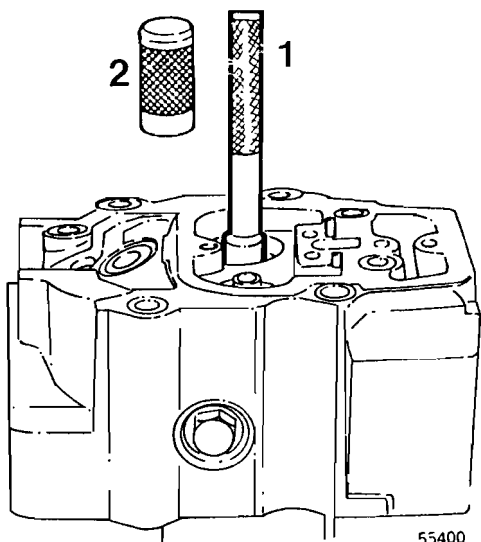

Fig. 68
- 1 Extraer las guías de válvula con el mandril 1084, véase la fig. 68.